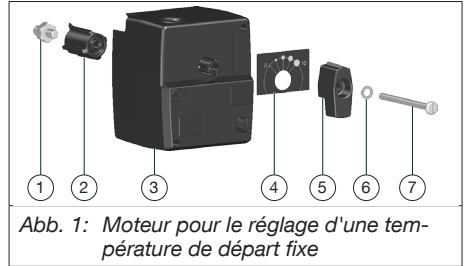
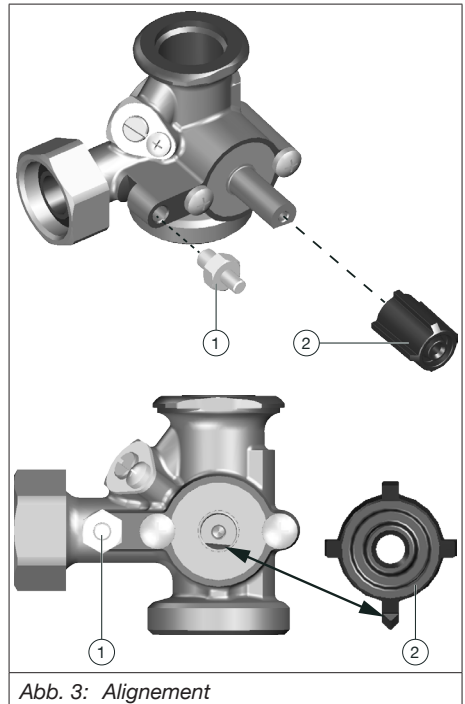
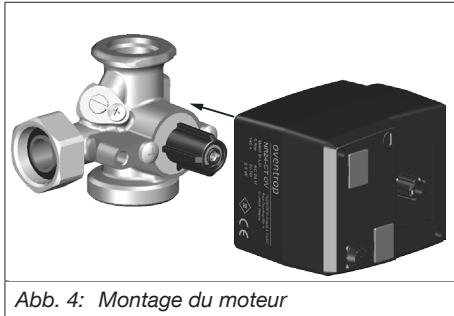

Abb. 1: Moteur pour le réglage d'une température de départ fixe
Abb. 3: Alignement
Abb. 4: Montage du moteur
Le méplat du boisseau doit être orienté vers le bas et aligné horizontalement (voir Abb. 3 auf Seite 33).
2. Monter l'adaptateur fourni (position 2 sur la Abb. 1 auf Seite 31) sur le boisseau de la vanne.
Veiller à ce que la nervure pointue de l'adaptateur soit orientée vers le bas (voir Abb. 3 auf Seite 33).
3. Visser à fond le dispositif anti-torsion (position 1 sur la Abb. 1 auf Seite 31) sur le corps de la vanne (voir Abb. 3 auf Seite 33).
4. Monter le moteur (position 3 sur la Abb. 1 auf Seite 31) sur l'adaptateur (voir Abb. 4 auf Seite 34).